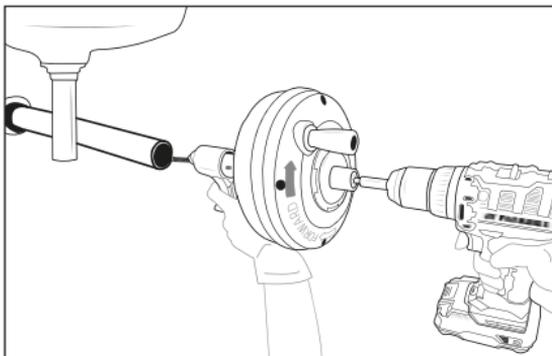

Fig. 3
- 8) Compruebe que pueda sostenerse el aparato a una distancia máxima de 10 cm con respecto al orificio de desagüe. Si la distancia es mayor, se aumenta el riesgo de que la espiral ⑧ se retorza o se doble. En caso de que la distancia sea mayor, el orificio de desagüe debe prolongarse con tuberías y conexiones del mismo tamaño para que el aparato pueda colocarse a una distancia máxima de 10 cm con respecto al orificio de desagüe (consulte la fig. 3). Si la espiral ⑧ no está lo suficientemente sujeta, puede doblarse, retorcerse y dañarse o causar lesiones al usuario.
- ▶ Siga las instrucciones de uso para reducir el peligro de lesiones por una espiral ⑧ retorcida o rota, por el impacto de los extremos de la espiral y por el vuelco del aparato, así como las lesiones por sustancias químicas, infecciones y otras causas.
- 7) Gire el tambor **2** en sentido horario (puede verse en la flecha de la parte posterior del tambor **2**, consulte la fig. 3) y presione el gatillo **6**. Al presionar el gatillo **6**, se introduce la espiral **8** en el desagüe. También puede hacer avanzar y retroceder la espiral **8** rápidamente si la extrae del tambor **2** o la introduce en él de forma manual.